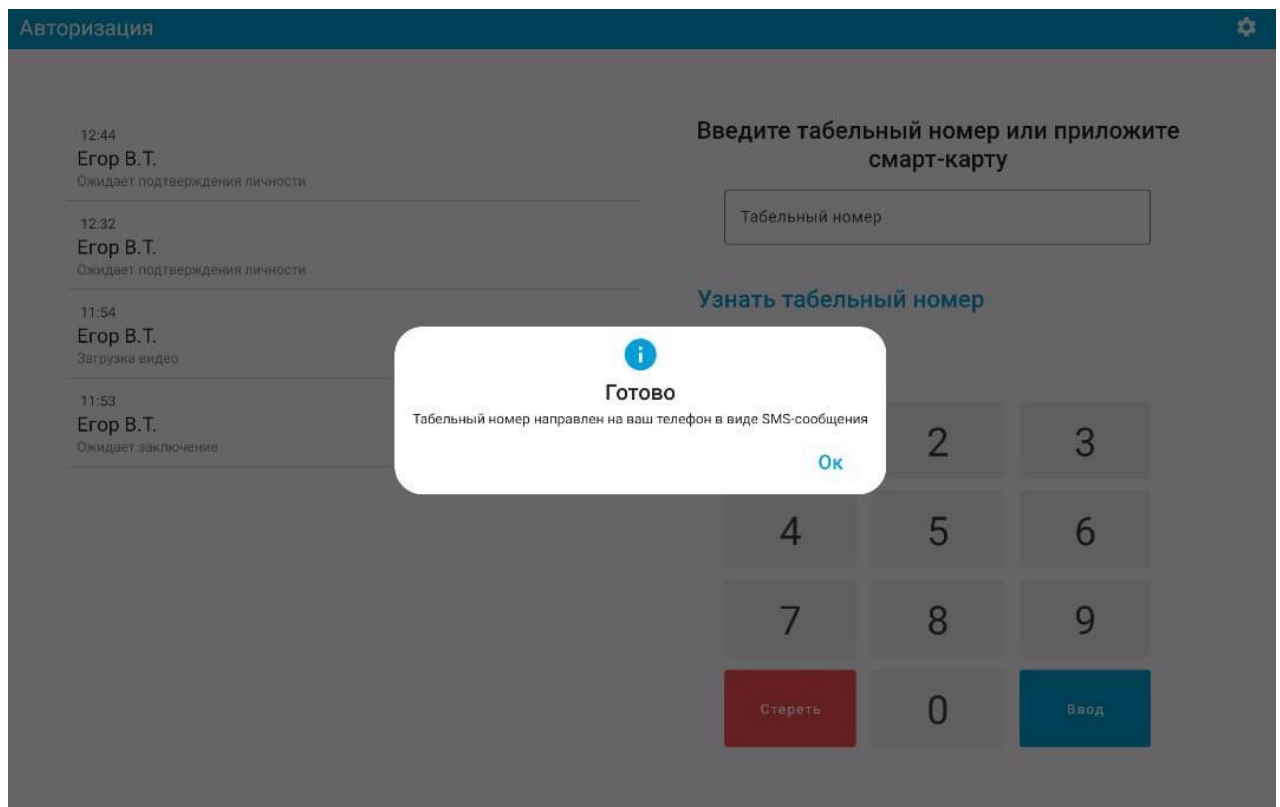
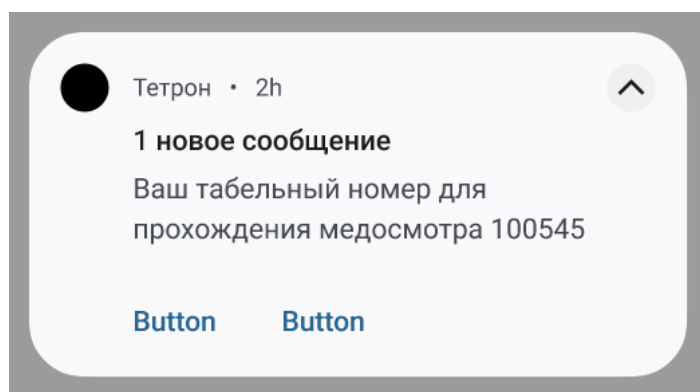

Рис.15 Отправка табельного номера по смс
Рис. 16 Смс-сообщение с табельным номером
3. Появится сообщение «Готово» с информацией об отправке смс с табельным номером на мобильный телефон (рис.15). Далее необходимо нажать кнопку «Ок», а затем дождаться смс-сообщения (рис.16).